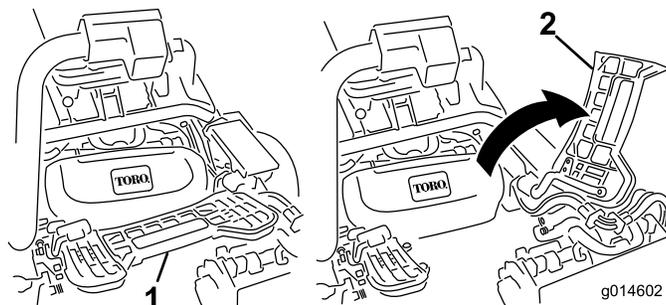

図 29
1. フットレストを跳ね上げて開き、中央カッティングユニット取り付け位置へのアクセスを確保する 図 29。